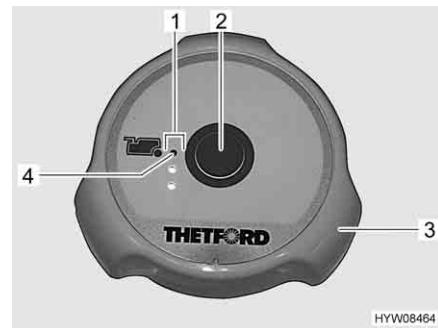

Fig. 110 Pulsante dello sciacquone/spie di controllo (toilette Thetford)
- Prima di tirare l'acqua, aprire il cursore della toilette Thetford. A tal fine ruotare la maniglia girevole (Fig. 110,3) in senso antiorario.
- Per sciacquare premere il pulsante blu (Fig. 110,2).
- Dopo aver tirato l'acqua chiudere il cursore. Ruotare la maniglia girevole (Fig. 110,3) in senso orario.
Le spie di controllo (Fig. 110,1) indicano il livello del serbatoio fiscale. Quando si accende la spia di controllo rossa (Fig. 110,4), il serbatoio fiscale deve essere svuotato.